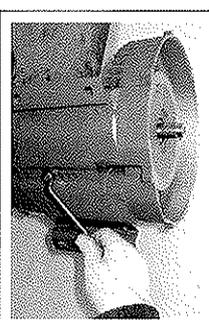

fig. 7
- 10 -Nur für Modelle CL50 HS - CL60 HS - CL80-Z HS: lösen und entfernen Sie die Schraube, die in der Mitte des Standfuß mit der Motorwicklung verbindet (Abb. 7).
- 10 -For CL50 HS - CL60 HS - CL80-Z HS only: unscrew and remove the screw fixing in the middle the supporting foot to the motor stator (fig. 7).